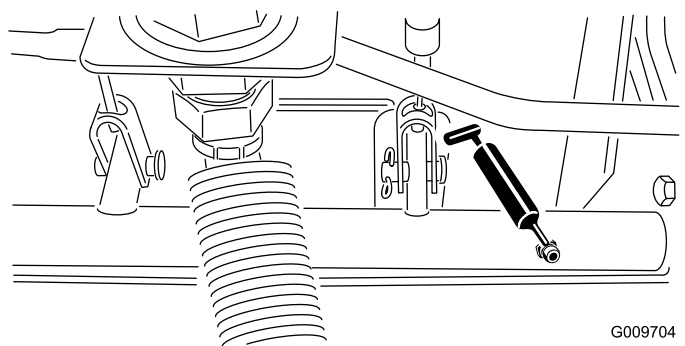

Figura 23
- Cojinetes del pivote del eje de freno (5) (Figura 23)